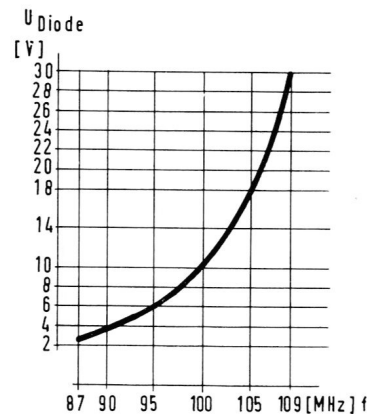

Bild 7
**Bild 7** zeigt die Abhängigkeit der Frequenz von der Abstimmspannung für das Mischteil. Diese Kurve wird durch die entgegengesetzt verlaufenden Kurven der Abstimmregler weitgehend linearisiert.